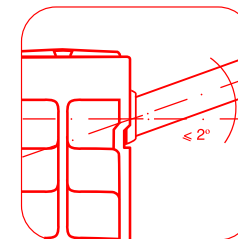

рис. 4
**Во избежание в радиаторе допустимо отклонение оси коллектора радиатора от подводящих труб не более 2° (рис. 4).**